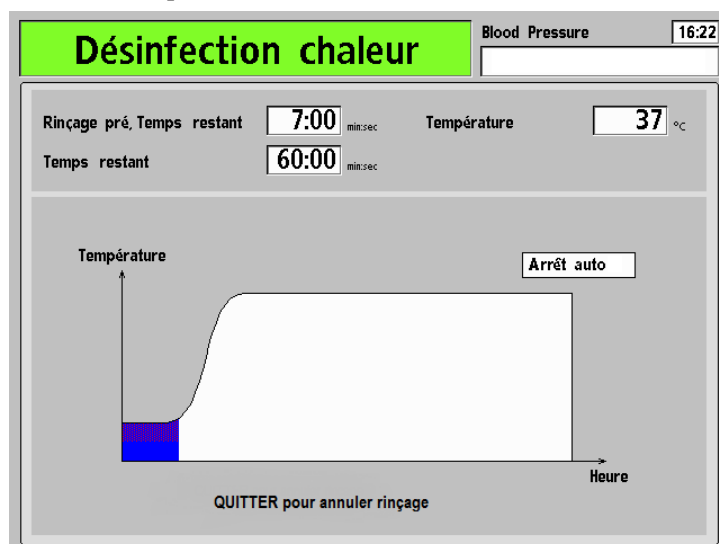

Figure 60 – Écran de désinfection à la chaleur
2. À l'écran « Sélectionner programme », appuyez sur le bouton **Désinfection chaleur** pour lancer le cycle de désinfection. L'écran « Désinfection chaleur » s'affiche dans l'affichage du panneau de commande (reportez-vous à la Figure 60). Si l'appareil n'a pas été rincé avant de lancer ce cycle, un cycle de rinçage court (7 minutes) ou prolongé (20 minutes), dépendant de la configuration en Mode de Service, commence automatiquement.